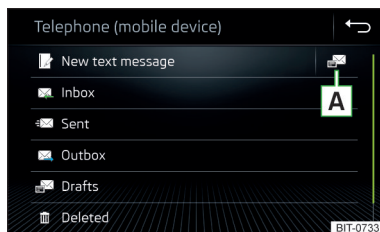

Fig. 157
- » Nel menu principale *Telefono* toccare il tasto funzione , viene visualizzato il menu principale per i messaggi di testo » **fig. 157**.
» **fig. 157 a pag. 140.**